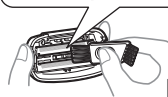

図22
- 2** 外刃、内刃、キワゾリ刃および本体を掃除する。(図22)